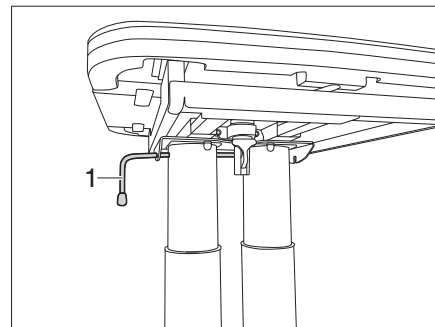

Fig. 106 Verrouiller la table
- Basculer le levier de verrouillage (Fig. 106,1) vers la gauche. Le verrouillage est ouvert.
- Basculer le levier de verrouillage (Fig. 106,1) vers la droite. La table à hauteur réglable est verrouillée.